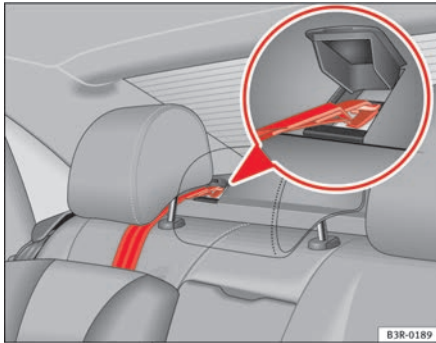

Abb. 35 Befestigungsgurt: korrekte Einstellung und korrekter Einbau
- Den Befestigungsgurt des Top Tether unter der Rücksitzkopfstütze durchführen ⇒ Abb. 35 (dazu ggf. die Kopfstütze nach oben verstellen).
- Die Abdeckung der Verankerung an der Ablage anheben -siehe Darstellung- ⇒ Abb. 35.